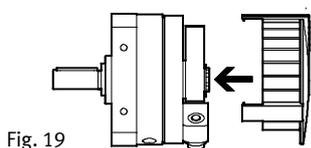

Fig. 19
9. Tryck på DSM-skyddskåpan (i förekommande fall) på husets snäppring igen (Fig. 19). Genom att bryta bort delarna med brytkant kan skyddskåpan även monteras vid godtyckligt positionerade dämparfästen. Följ monteringsanvisningen för skyddskåpan.